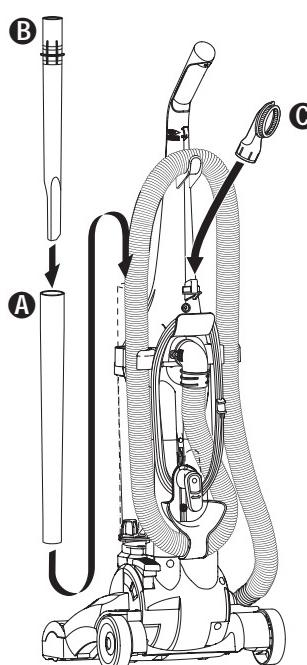

FIG. 9
Step 9: (FIG. 9) Place the wand/crevice **A/B** tool in the wand holder on the side of the vacuum. Store the dusting brush **C** on the brush holder on the back of the handle.
Étape 9. (FIG. 9) Placez la rallonge emboitable **A/B** pour les fissures dans le support à rallonge sur le côté de l'aspirateur. Rangez la brosse à épousseter **C** sur le support à brosse situé à l'arrière du manche.
Paso 9. (FIG. 9) Coloque la vara/accesorio **A/B** para rendijas en el soporte de la vara en el costado de la aspiradora. Guarde el cepillo para sacudir el polvo **C** en el soporte del cepillo en la parte trasera de la manija.